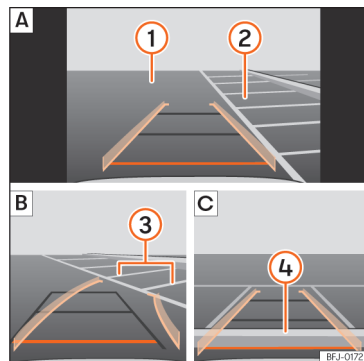

Fig. 162 Visualização no ecrã do sistema infotainment: estacionar com o assistente de marcha-atrás.
Legenda da »» Fig. 162:
- Posicione o veículo à frente do lugar de estacionamento »» Fig. 162 **2** **A**.